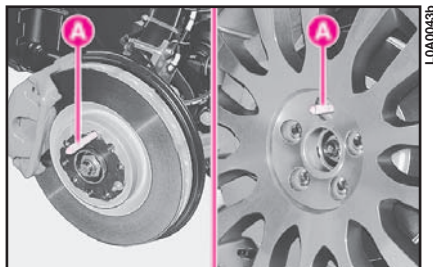

fig. 16
19) Sulle versioni con cerchi in lega per facilitare il montaggio della ruota avvitare il perno **A** (fig. 16), prelevato dalla borsa attrezzi, sul mozzo quindi posizionare la ruota ed avvitare i 4 bulloni nei fori liberi. Svitare infine il perno **A** ed avvitare l'ultimo bullone.